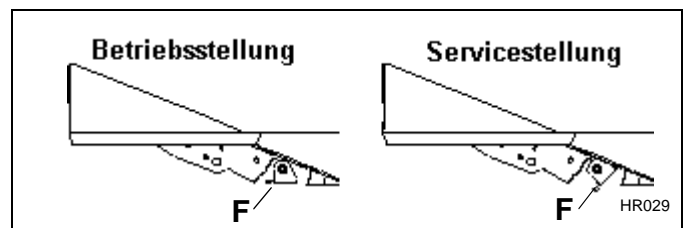

Abb. 4C
1. Den Schwenkschutzmechanismus in die Wartungsposition rotieren (**F**), er befindet sich unter der linken Bodenplatte; Abb. 4C.
4. Den Schwenkschutzmechanismus (**F**) in seine Betriebsposition rotieren. Abb. 4C.